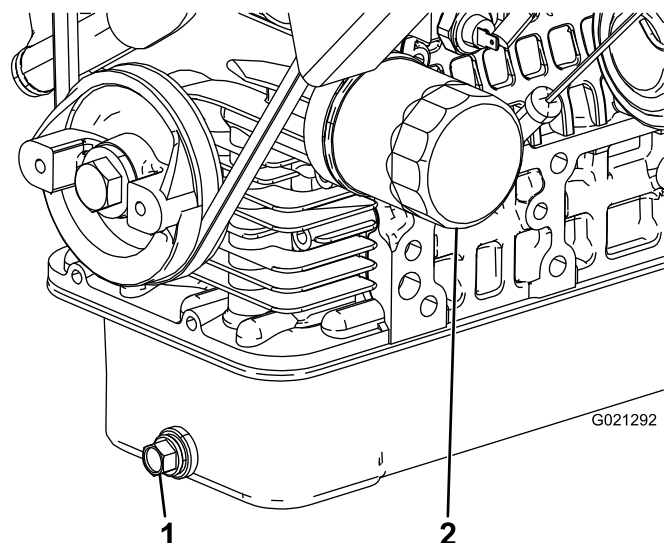

Figure 37
2. Retirez le bouchon de vidange et faites couler l'huile dans un bac de vidange (Figure 37).
4. Déposez le filtre à huile (Figure 37).